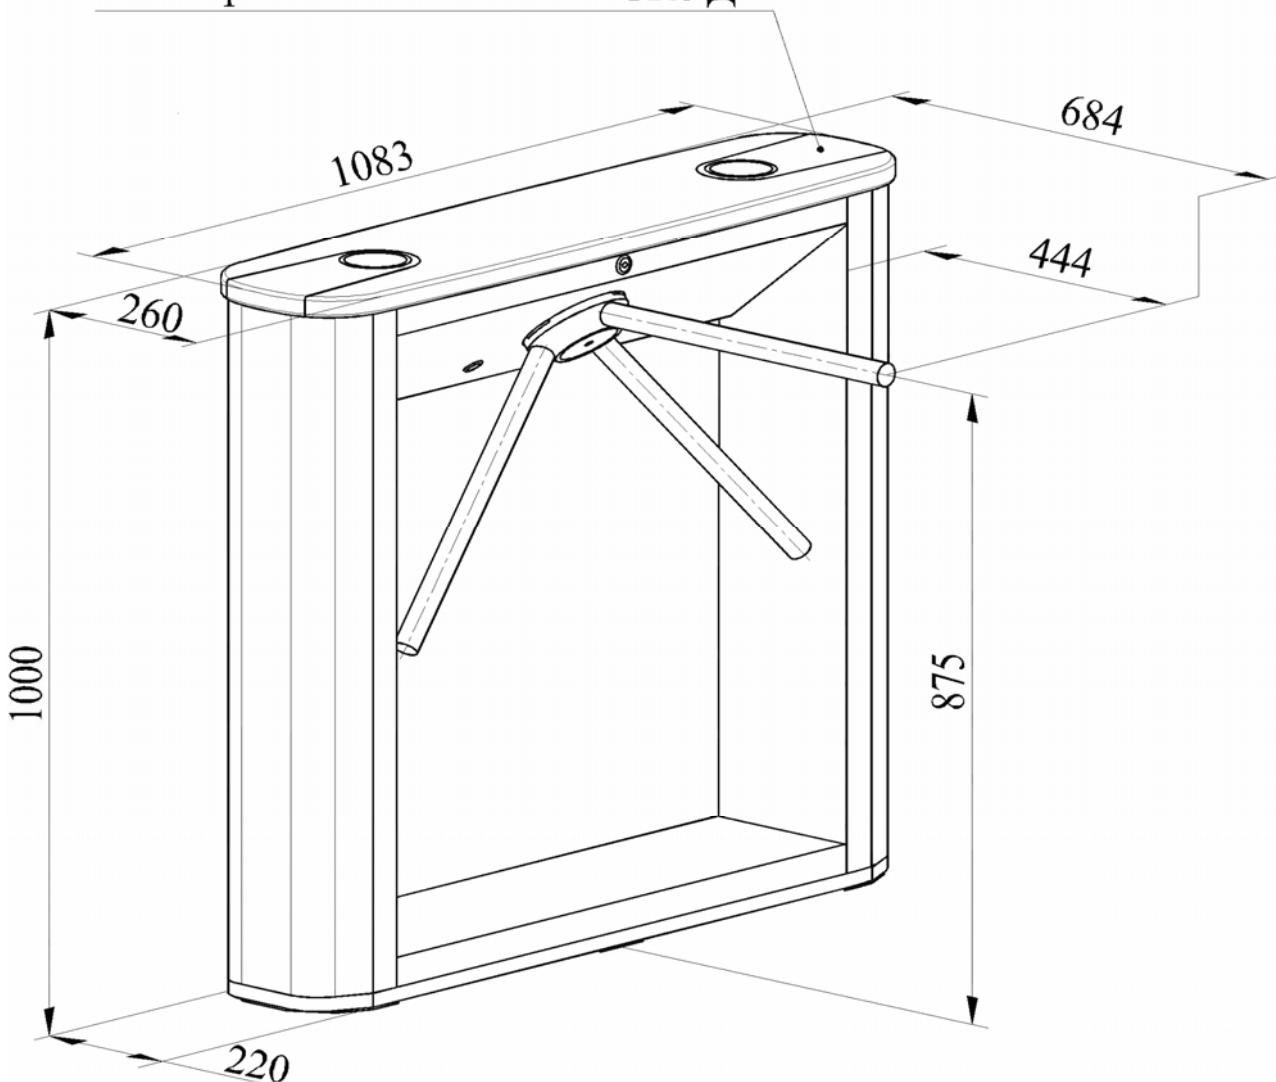

Рисунок 2 Габаритные размеры турникета
5.1.10 Крышка стойки турникета радиопрозрачна, что дает возможность скрытой установки бесконтактных считывателей СКУД (далее по тексту – считывателей СКУД) внутри стойки турникета. Зона работы считывателей выделена на крышке цветом (см. рисунок 2).